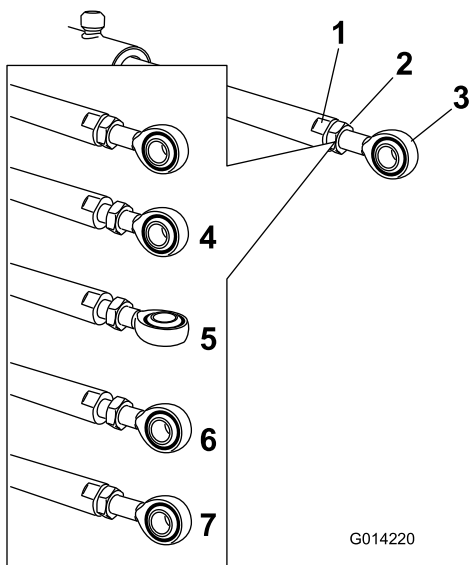

Figura 110
5. Utilice una llave sobre las zonas planas del émbolo del actuador para inmovilizarlo y, a continuación, afloje la contratuerca para poder ajustar la varilla de ojal (Figura 110).
6. Gire la varilla de ojal en el émbolo del actuador para acortar o alargar el actuador extendido a la posición deseada (Figura 110).